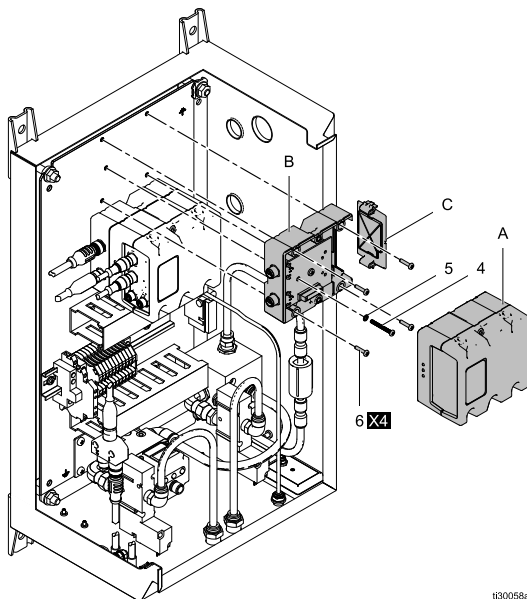

Figure 3 Quadro di controllo della velocità
- a. Utilizzare le quattro viti (6) per montare la base (B) nel quadro di controllo elettrico (vedere le Figure 3, 4 e 5 in alto).
- b. Installare la vite di terra (4) e la rondella (5) e serrare in modo che la filettatura della vite si inserisca nella staffa di montaggio.